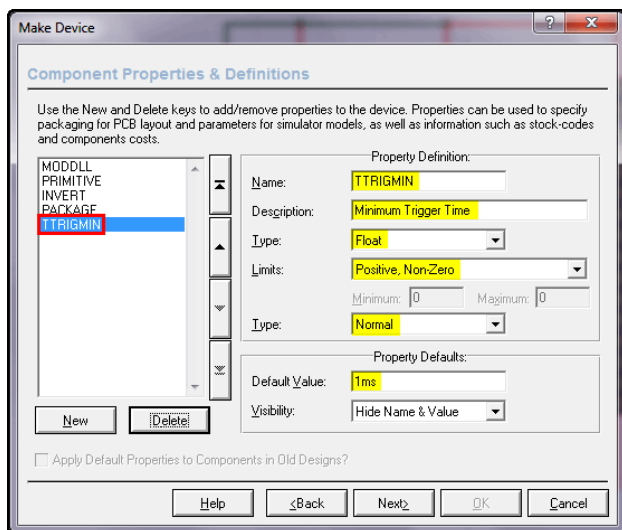

Рис. 95
- TTRIGMIN** – В стандартных нет, добавляется через **Blank Item**. В графе **Description** – **Minimum Trigger Time** (русскоязычные пользователи могут вписать – **Время переключения**), первый **Type** – **Float**, выбрать ограничения **Limits** – **Positive, Non-Zero**, второй **Type** – **Normal**, **Default Value** – **1ms** (Рис. 95).